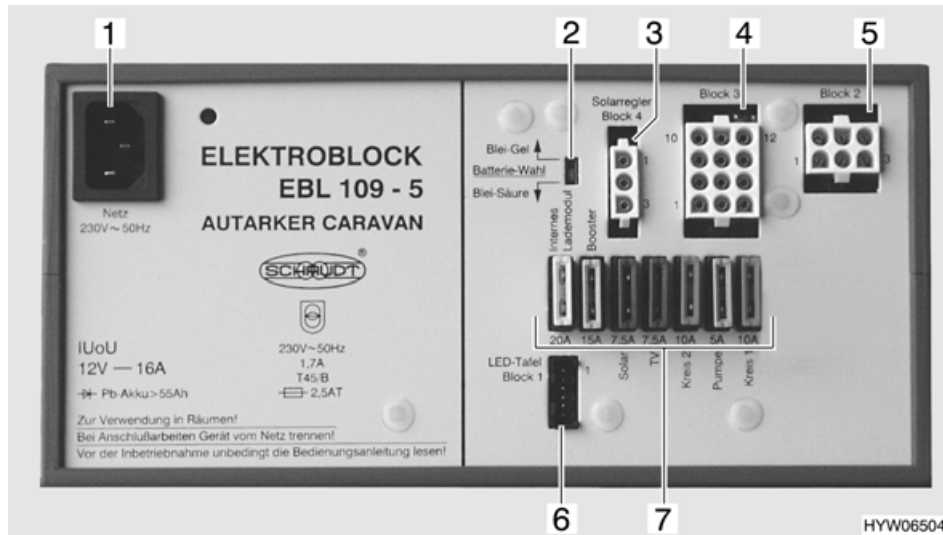

Fig. 58 Centralina elettrica EBL 109
A seconda del modello, la centralina elettrica (Fig. 58) è situata nel cassone letto anteriore o in quello anteriore destro.
- L'impostazione di stabilimento del selettore batteria (Fig. 58,2) ("Piombo-Gel") non deve essere modificata.